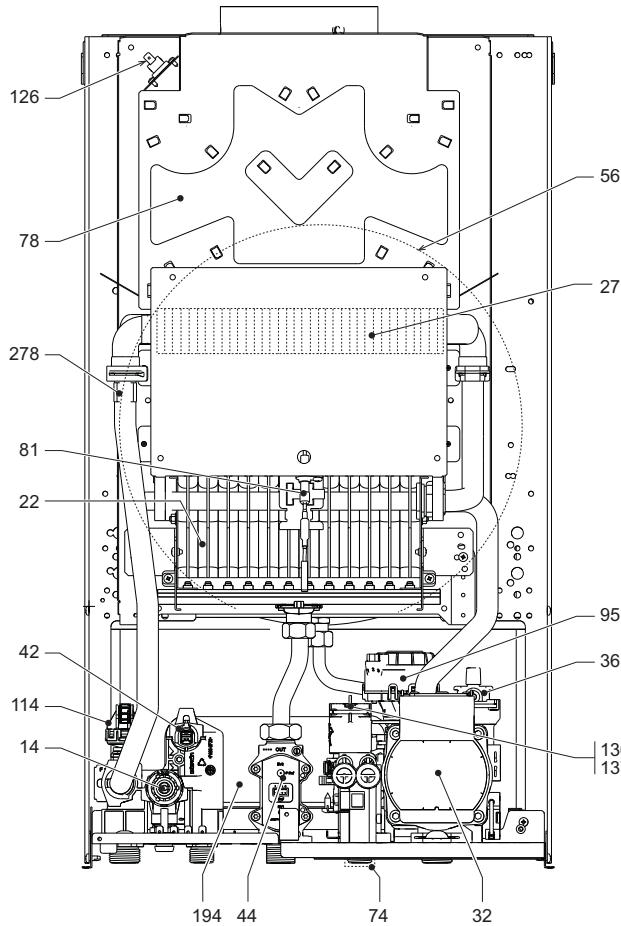
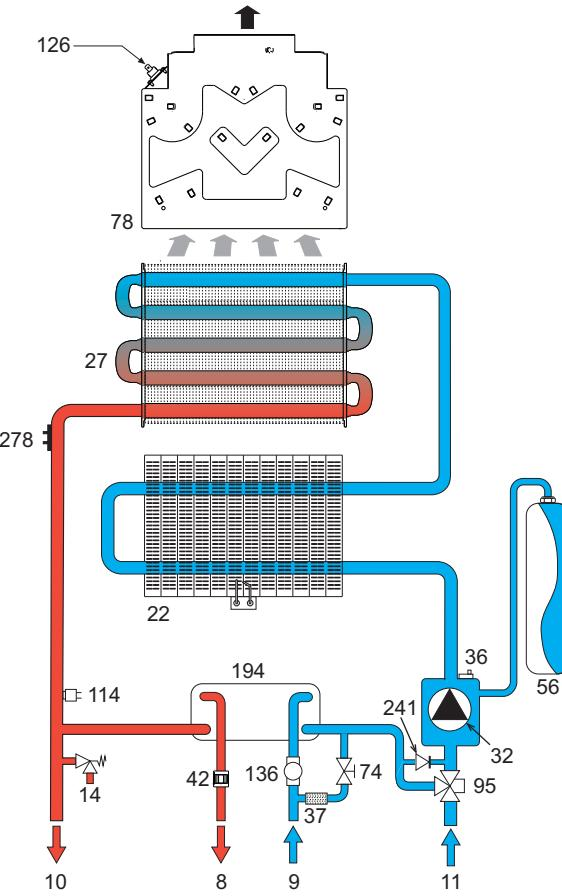
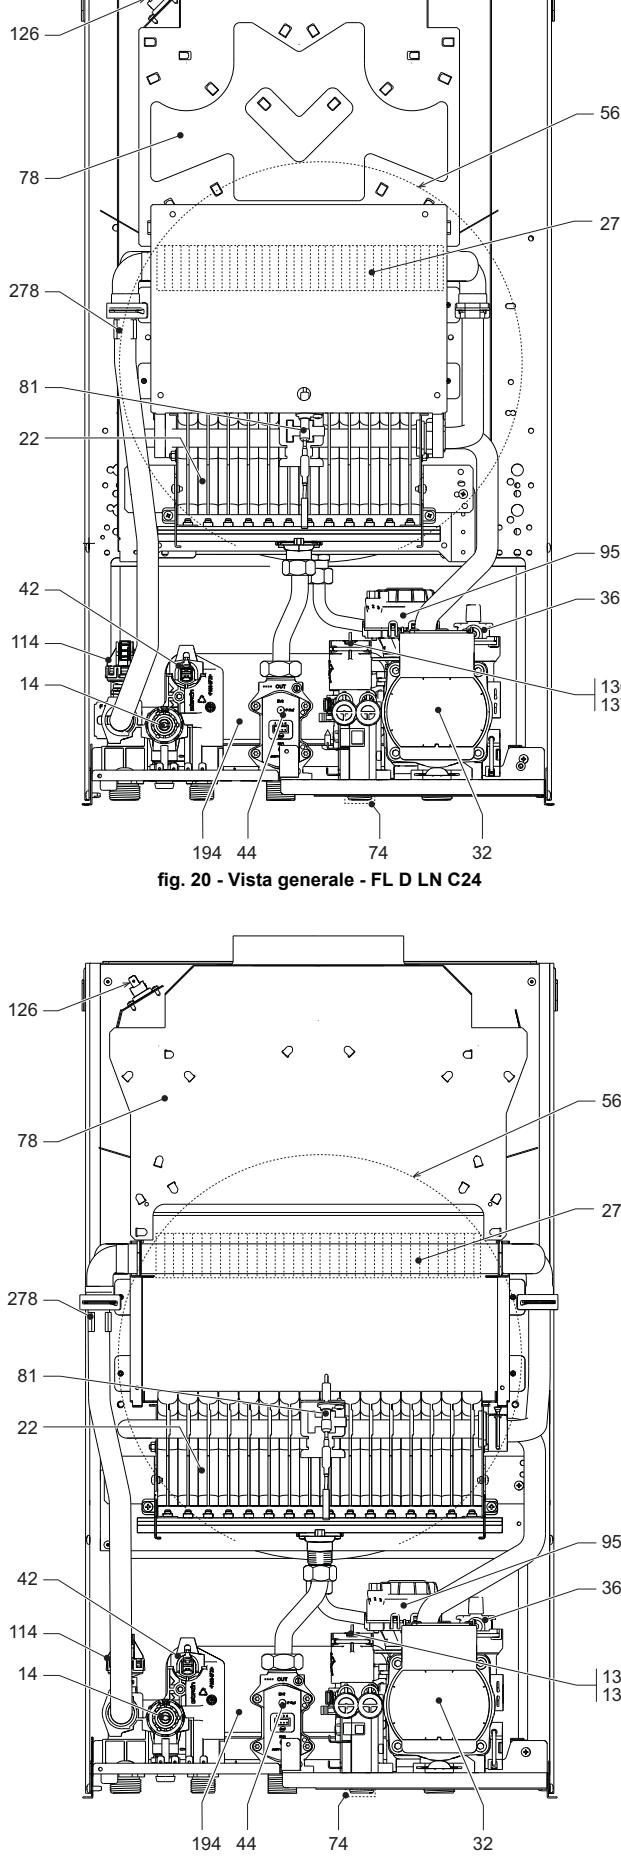

fig. 20 - Vista generale - FL D LN C24
fig. 22 - Circuito riscaldamento
fig. 21 - Vista generale - FL D LN C30
**Tabella. 3 - Legenda, fig. 20, fig. 21 e fig. 22**